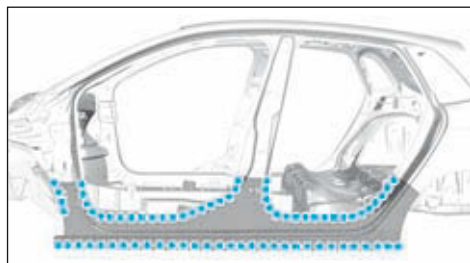

FIG.110
- Dépointer les points de soudure (Fig.110).